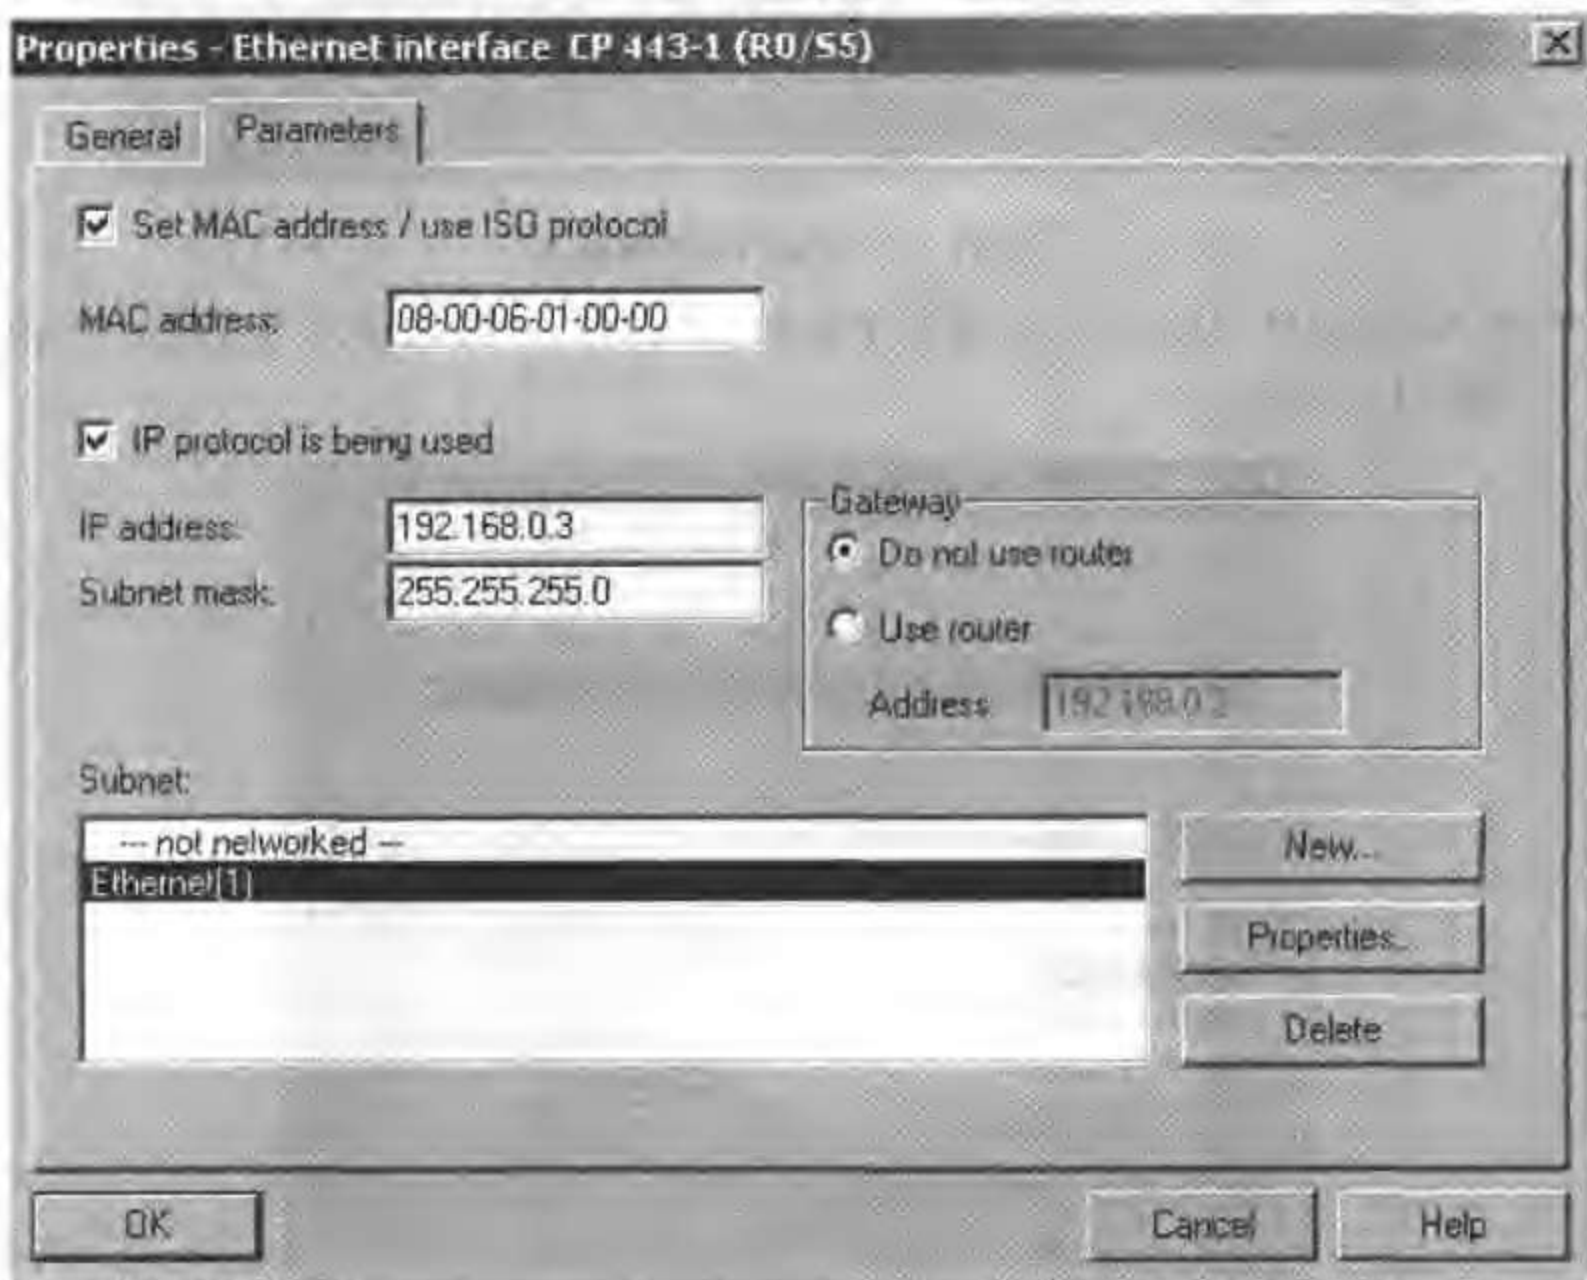
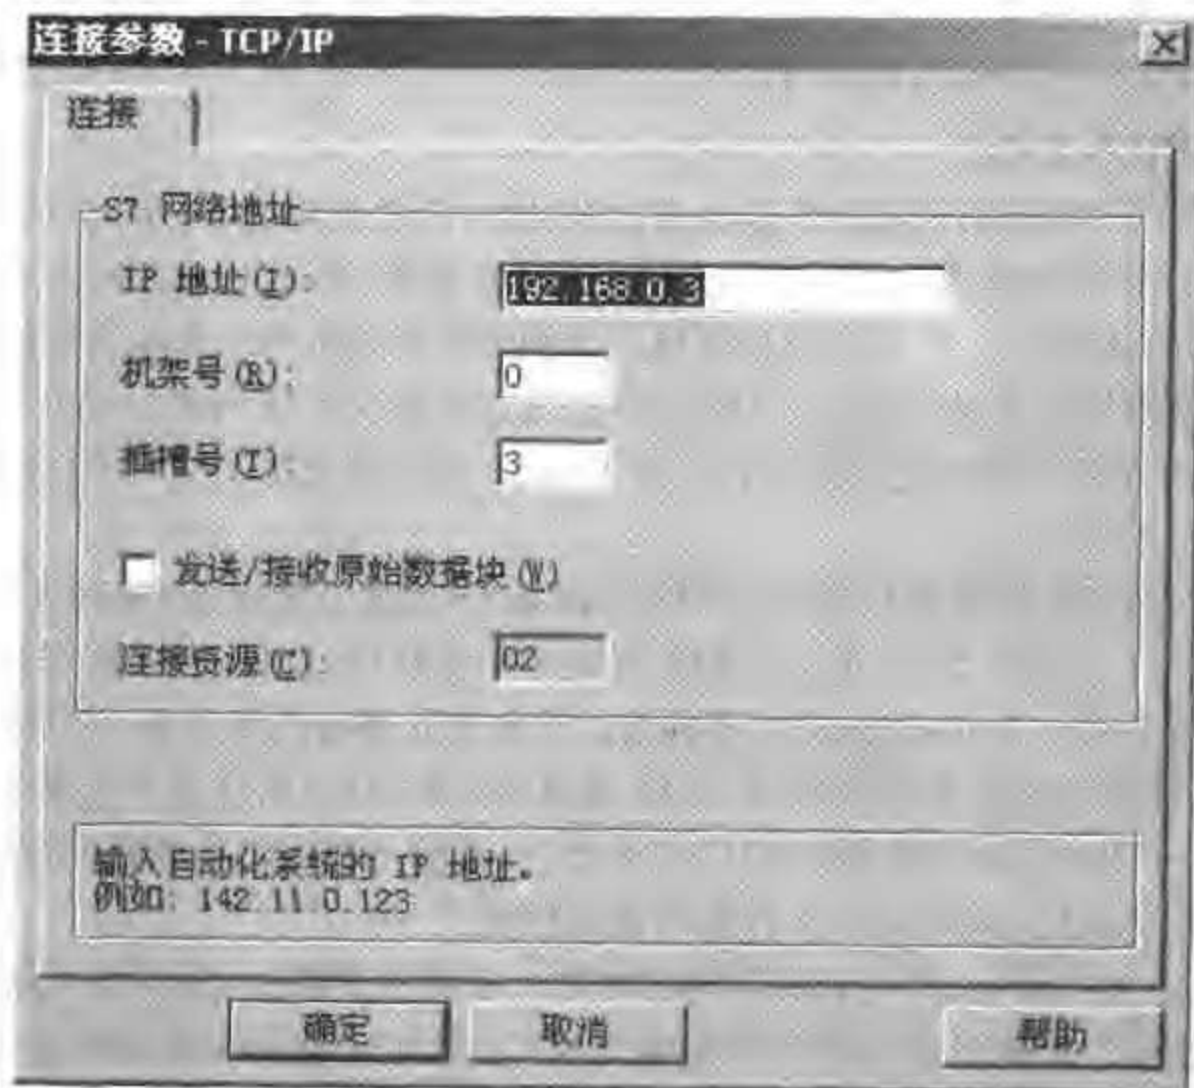

图 11-4 CP443-1 的参数设定
图 11-12 TCP/IP 通道连接的参数设置
- 修改 CP443-1 的参数,增加一个以太网,如果在 WinCC 中使用的通道是 Industrial Ethernet,则应激活复选框 Set MAC address/user ISO protocol,并设定 MAC 地址。如果在 WinCC 中打算使用 TCP/IP 通道单元,则应激活复选框 IP Protocol is being used,并设定 IP 地址及子网掩码,如图 11-4 所示,将组态好的配置下载到 PLC 中。
- 单击“属性”按钮, 打开“连接参数-Industrial Ethernet”对话框。在“以太网地址”文本框中按格式输入所要连接的 PLC 上的通讯处理器地址。此处的地址应与图 11-4 中的 MAC 地址相同。
在图 11-4 所示的对话框中,应激活 IP Protocol is being used 复选框,并设置号 IP 地址和子网掩码。
在 WinCC 中建立 TCP/IP 的通道连接,如图 11-12 所示。此处的 IP 地址应与图 11-4 中的 IP 地址相同。机架号和插槽号也应设置。